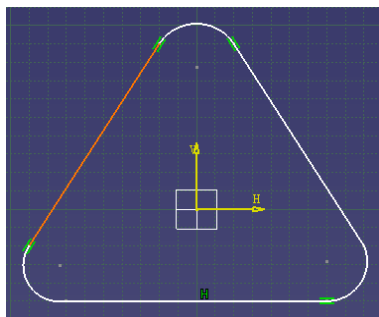

图 4-31
(1) 用 xy plane → Sketcher → Profile 和 Extrude 命令画如图 4-31，4-32。